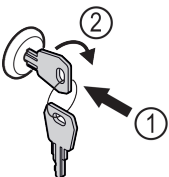

Fig. 126
- ▶ Uvucite ključ Fig. 126 (1).
- ▶ Okrenite ključ za 90° nadesno Fig. 126 (2).